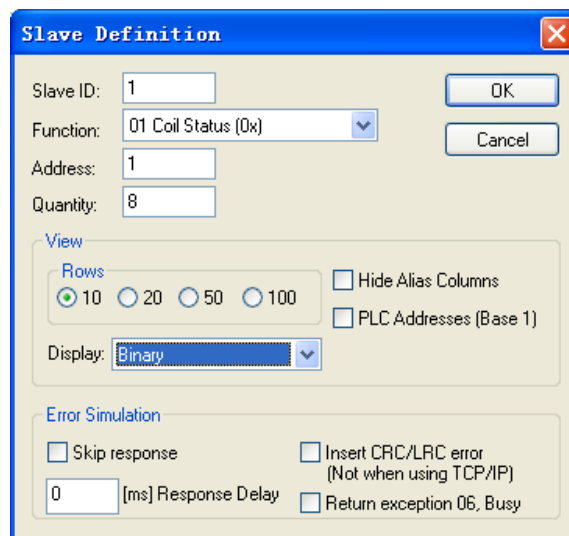

图 5.4 设置从站参数
- 4) 根据配置的 Modbus 循环命令参数设置 Modbus Slave 参数，如下图 5.4 所示：